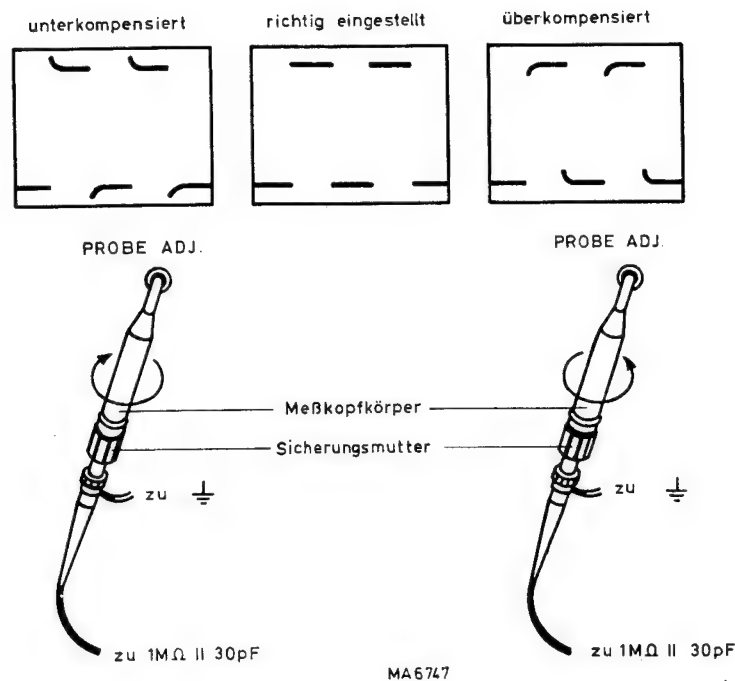

Bild 5. Abgleich des Spannungsteiler-Messkopfes
- Messkabel an BU4 anschliessen und die Spitze des Spannungsteiler-Messkopfes auf BU1 bringen (vgl. Bild 5)